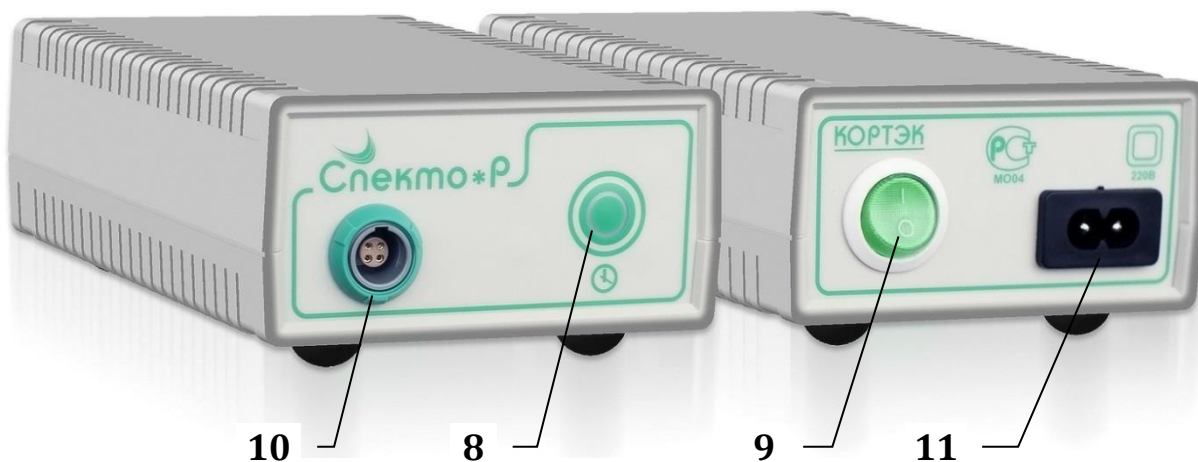

Рис. 3 Блок питания ГКНЖ.55.00.200
5.2 Внешний вид блока питания ГКНЖ.55.00.200 и расположение его элементов – см. рис. 3